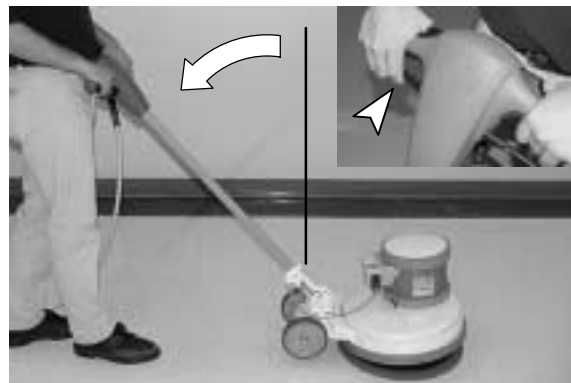

BILD. 10
- Sänk handtaget till lämpligt läge genom att dra i höjdjusteringsspaken. Släpp spaken så att handtaget kopplas i (bild 10).